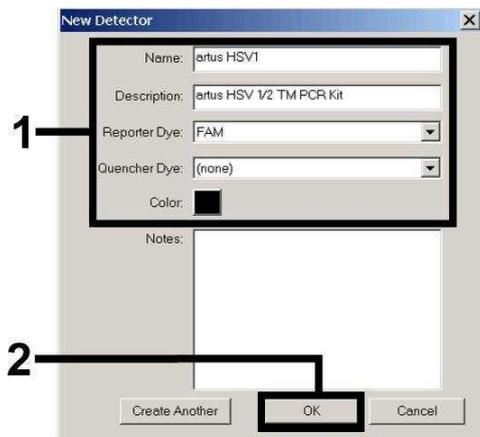
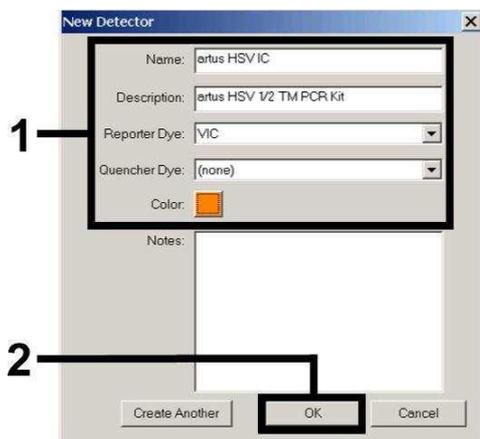
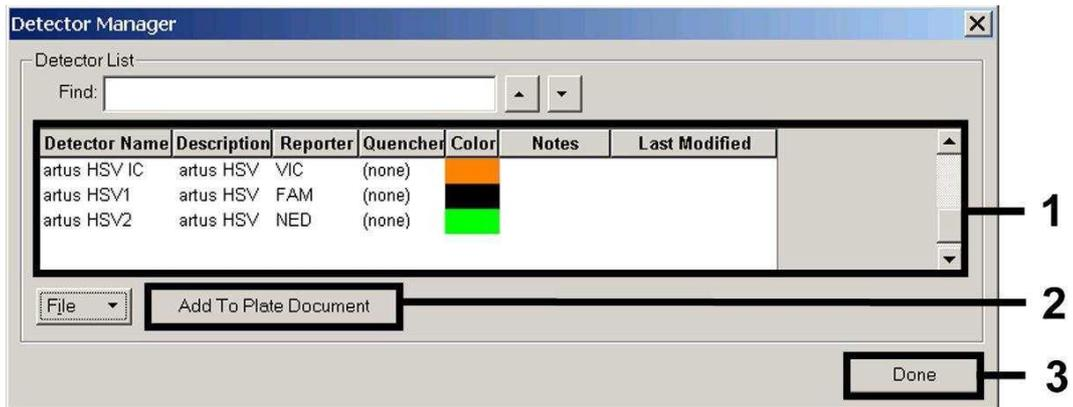

Fig. 4 : Création du détecteur spécifique à l'HSV1 (*DetectorManager*).
Fig. 6 : Création du détecteur spécifique au Contrôle interne (*DetectorManager*) pour HSV1/HSV2.
Fig. 7 : Sélection des détecteurs (*Detector Manager*).
Dans la fenêtre apparaissant à présent, choisir (conformément aux Fig. 4 - Fig. 6) la combinaison rapporteur/quencher **FAM/none** ou **NED/none** pour détecter l'ADN du HSV1 ou HSV2 respectivement. Pour détecter le *Contrôle interne*, sélectionner la combinaison **VIC/none**. En confirmant la saisie (OK), un retour est effectué au *Detector Manager*. Sélectionner les détecteurs venant d'être créés et transférer chaque sélection vers *Well Inspector*, en cliquant sur l'option *Add to Plate Document* (voir Fig. 7). Fermer la fenêtre (Done).